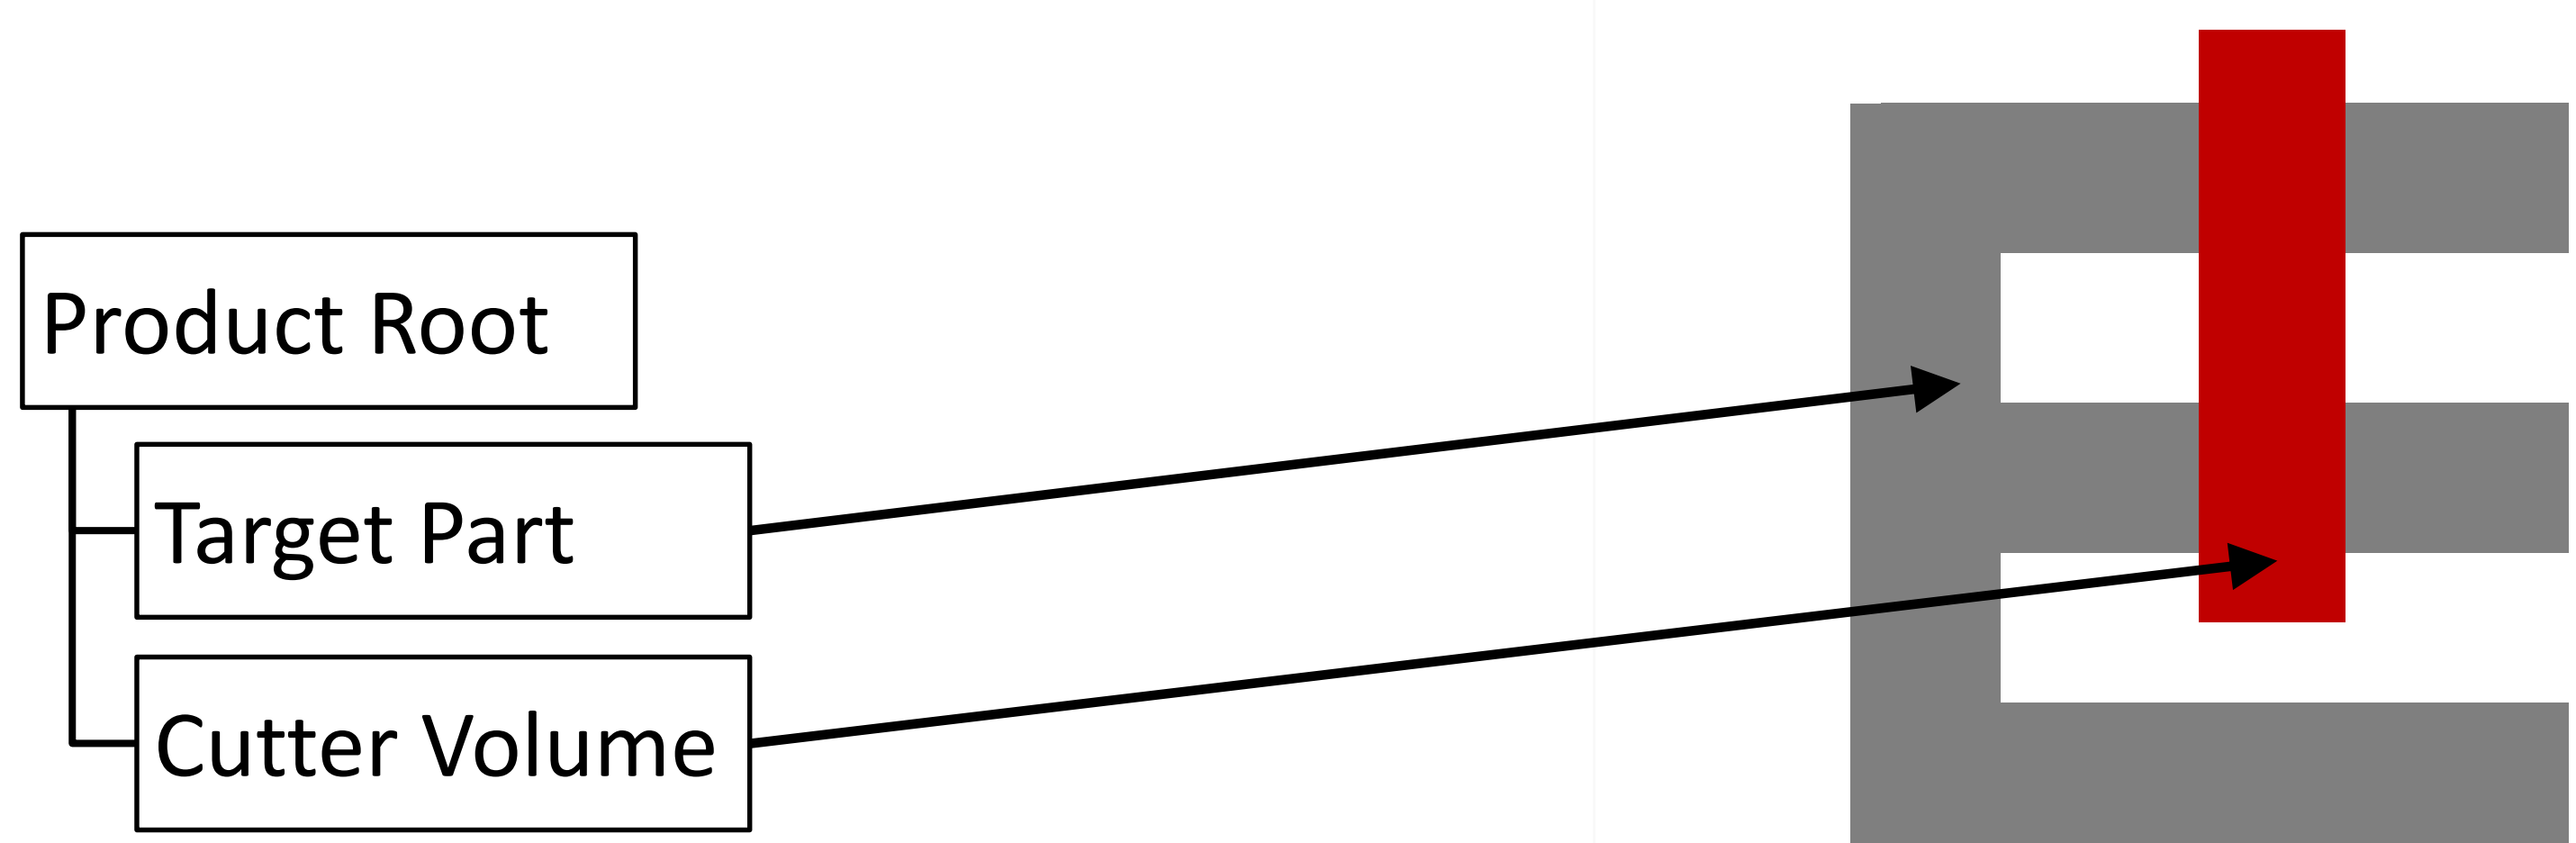
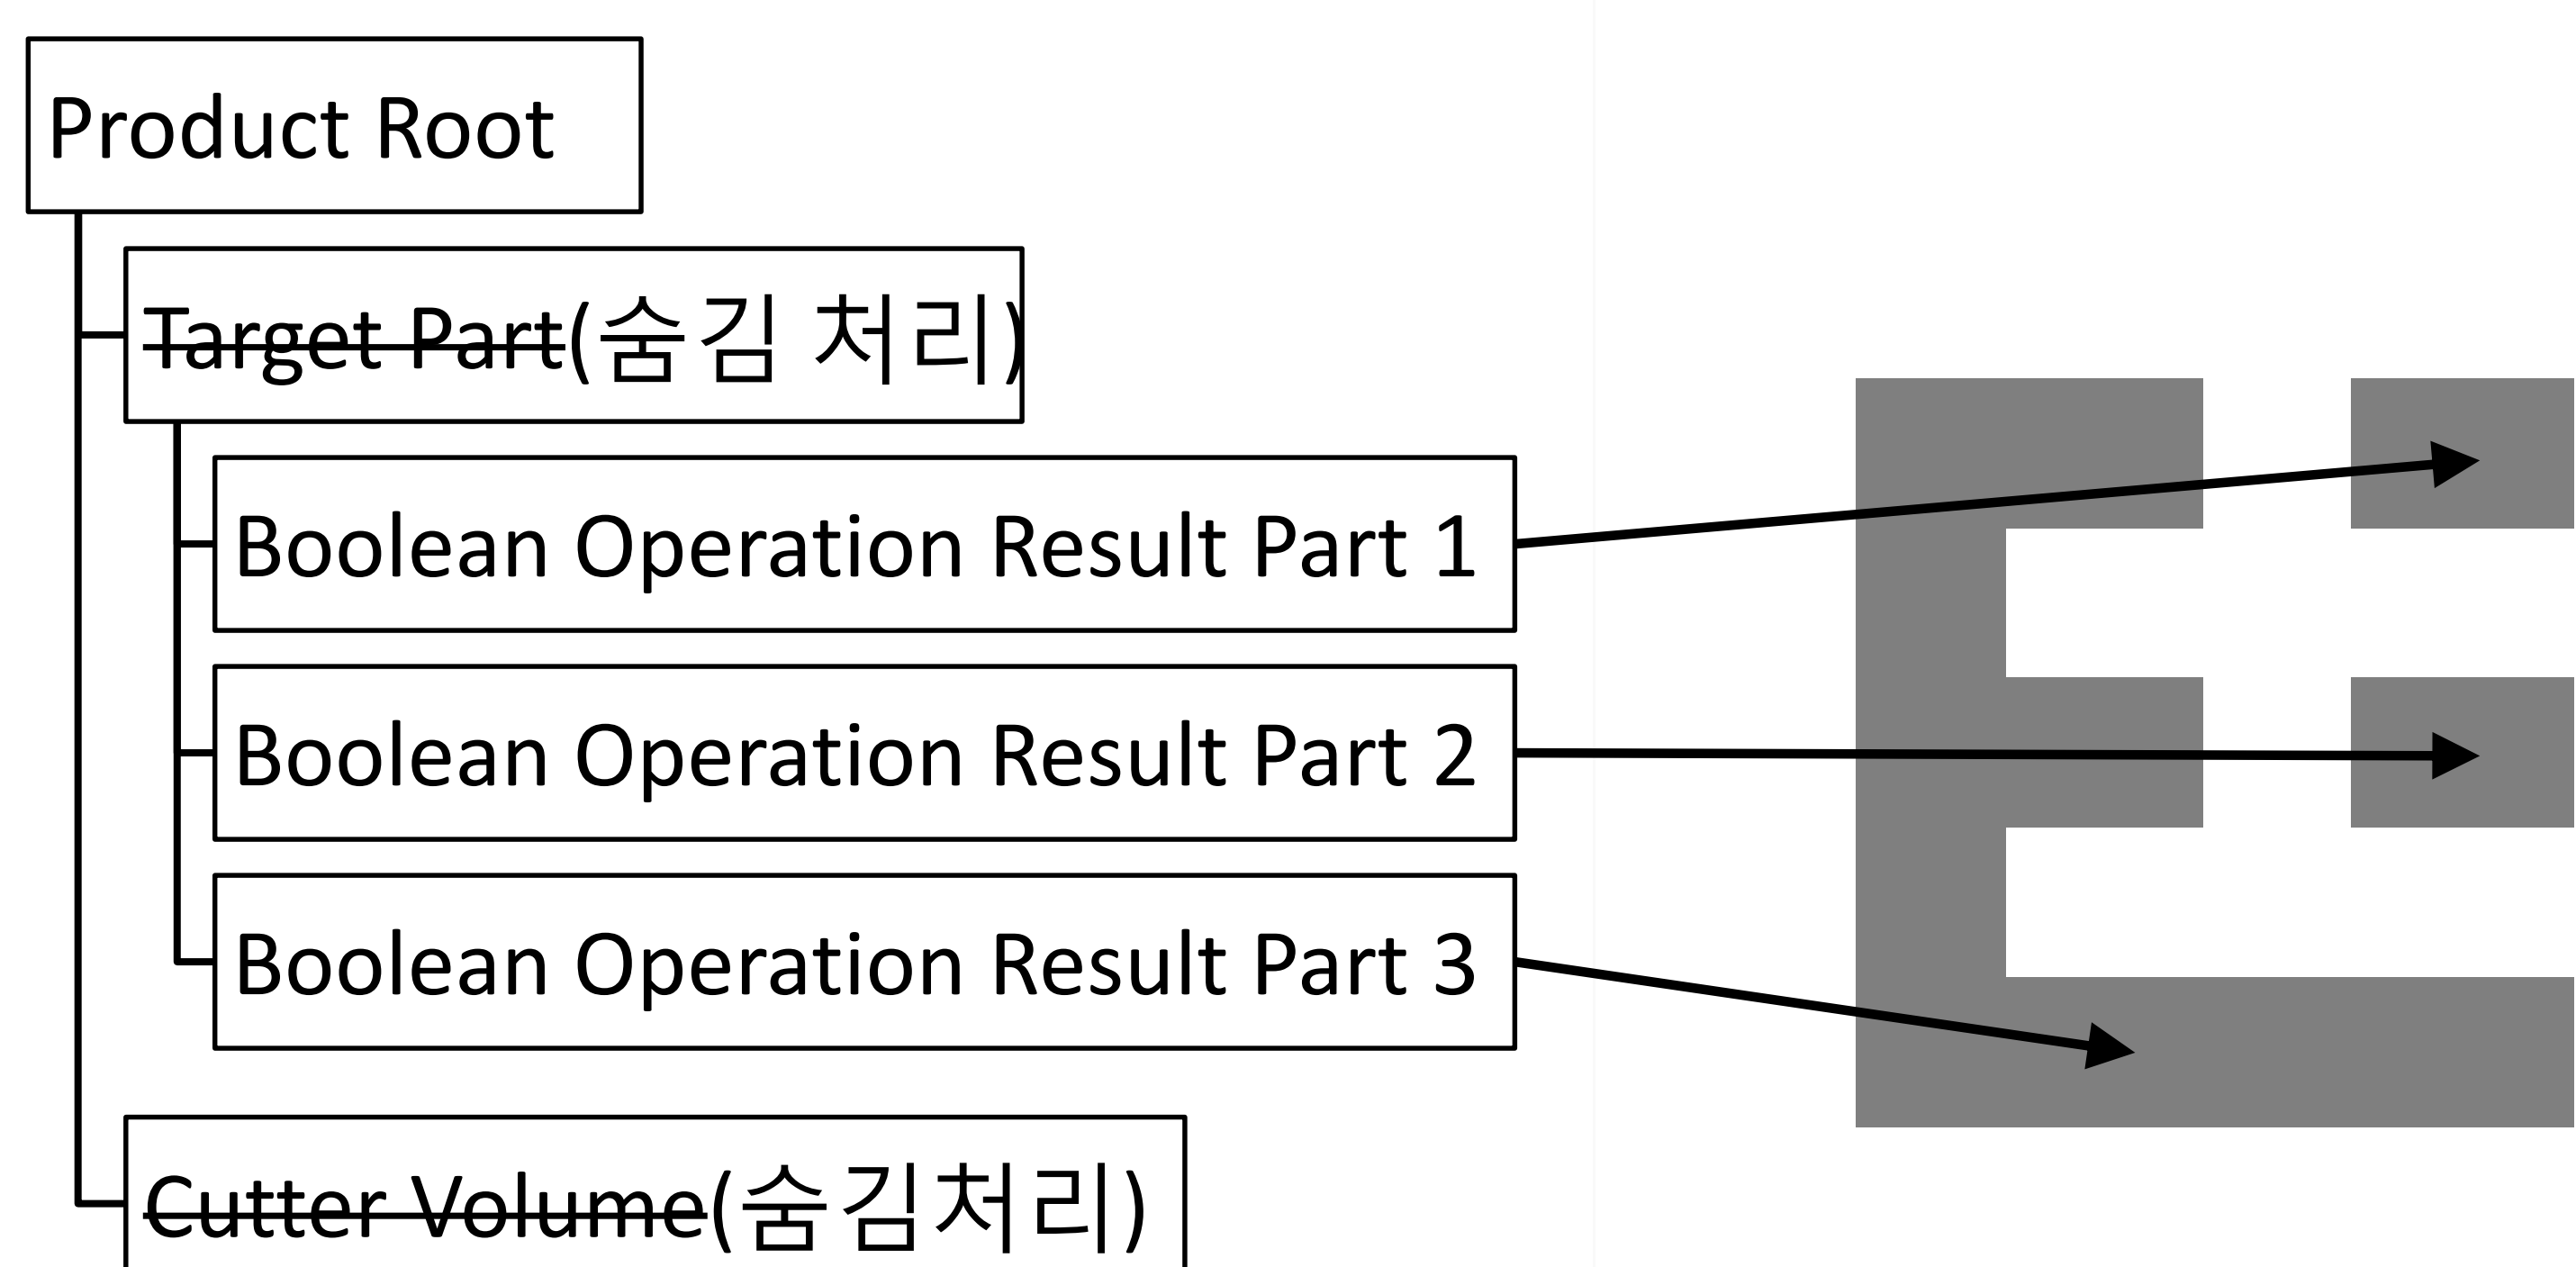

Fig 1. 절단 대상과 절삭 형상이 교차 하는 상황의 예제
Fig 2. 절단 후 모델의 프로젝트 구조 예제
- ✓ Fig. 1과 같이 절단 대상을 절단 장비와 이송장치에 의해서 생성된 Cutter Volume을 교차
- ✓ Fig. 1의 두 모델의 Boolean remove 연산을 통해서 생성된 3개의 Solid Lump를 가지고 다른 파트 3개의 결과를 만들어서 프로젝트 트리에 배치(Fig. 2)